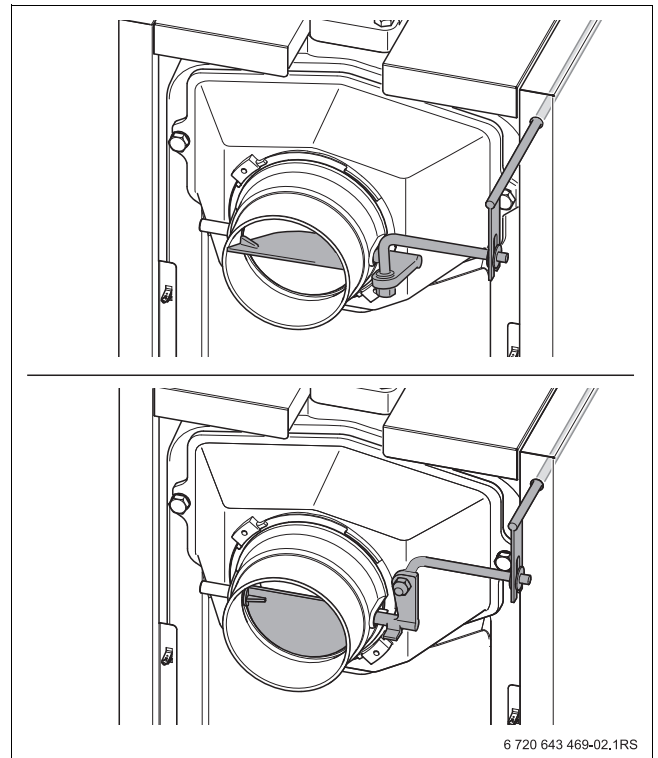

Рис. 2 Дымовая заслонка (вверху открыта; внизу закрыта)
Дымовую заслонку открывают при розжиге холодного котла или при плохой тяге в дымовой трубе (→ рис. 2, верхний). Благодаря этому горячие дымовые газы быстрее выходят в дымовую трубу, что создаёт в ней лучшую тягу.
В нормальном режиме и при достаточной тяге в дымовой трубе заслонка должна быть частично закрыта (→ рис. 2, нижний). Таким образом возникают меньшие потери при остывании через дымовую трубу.
**ОПАСНО:** угроза получения травм из-за высокой температуры коллектора дымовых газов (→ рис. 2, стр. 5)!